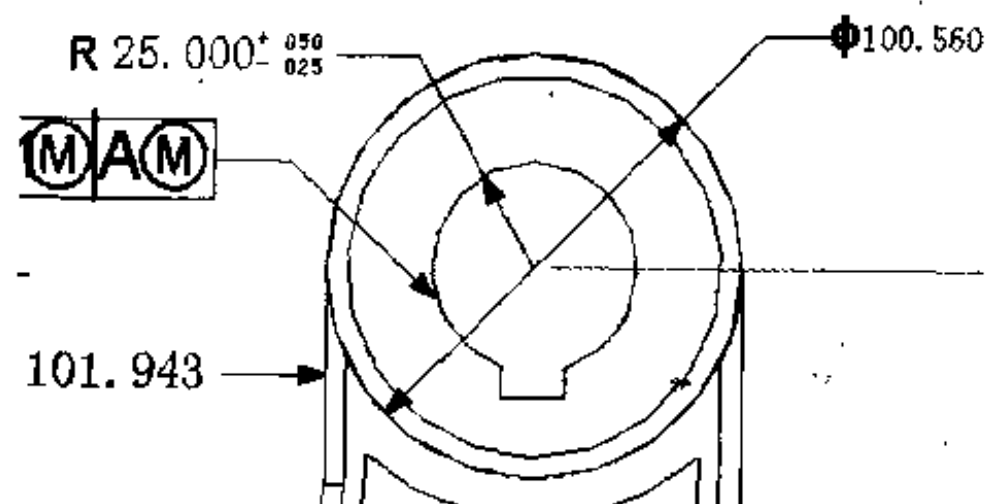

图 2.102 二维视图的标注会自动更新
- (3) 使用【窗口】下拉菜单, 返回二维图形。
- (4) 放大俯视图, 然后单击【更新全部视图】工具。图形将全部更新, 以反映三维零件的变化。
- (5) 请注意半径尺寸已经自动更新, 反映模型的变化。不过, 直径的尺寸呈品红色, 表明该尺寸无效, 应该删除。发生这种情况是因为最初该尺寸标注的边缘, 已因为生成新的过渡而受到破坏。直径可以重新标注一次, 如图 2.102 所示。